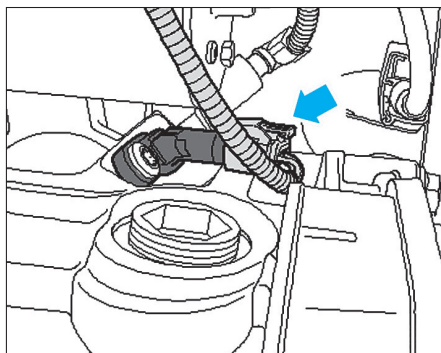

FIG. 9
- Dans le cas où le véhicule soit équipé de la fonction marche / arrêt du moteur, débrancher le connecteur du capteur de rapport neutre (Fig.9).